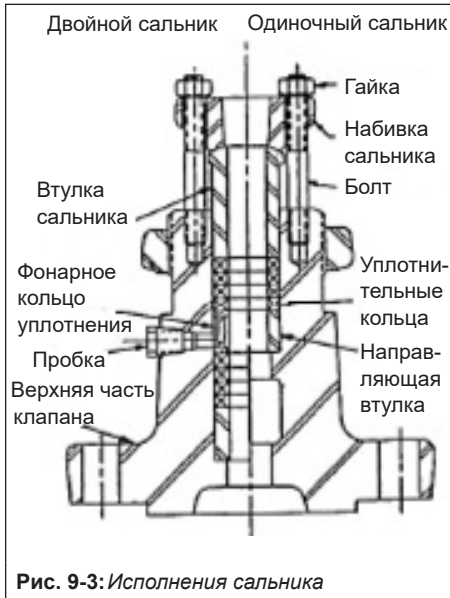

Рис. 9-3: Исполнения сальника
9. Осторожно сдвиньте по штоку плунжера детали сальника (особенно в резьбовой части) в набивочную полость с помощью подходящего инструмента. Соблюдайте правильный порядок действий (см. Рис. 9-3).
правильный порядок действий (см. Рис. 9-3).
22. Осторожно сдвиньте по штоку плунжера детали сальника (особенно в резьбовой части) в набивочную полость с помощью подходящего инструмента. Соблюдайте правильный порядок действий (см. Рис. 9-3).